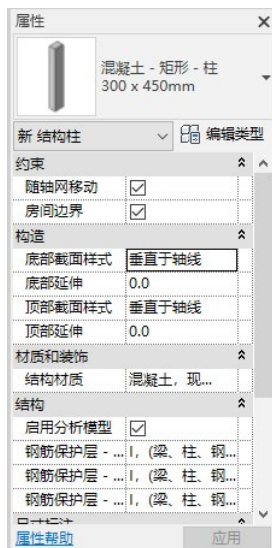

图 5-25 “属性”选项板
(2) 在“属性”选项板的“类型”下拉列表中选择结构柱的类型，设置结构柱截面样式以及延伸，如图5-25所示。